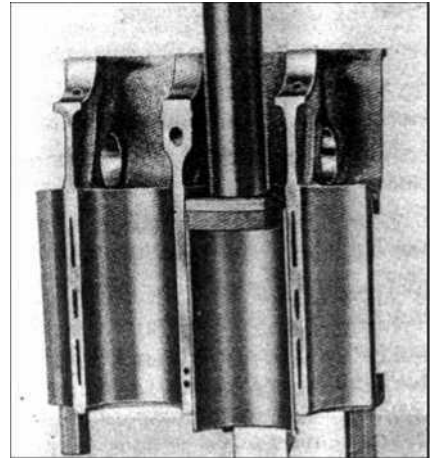

РИС. 19
- 3) Установите приспособление 2651 5890 0201 и выпрессуйте гильзы (см. рис. 19).